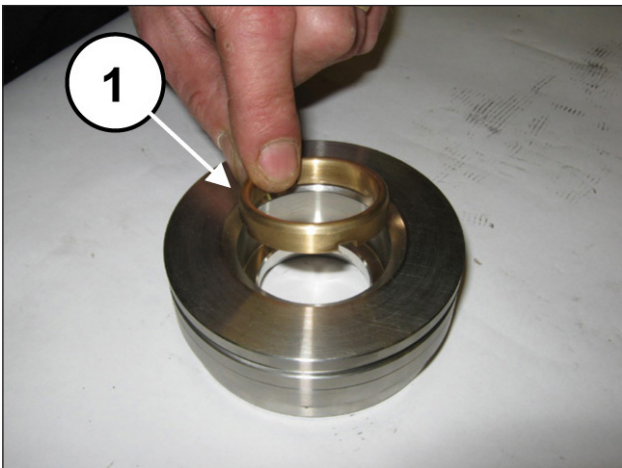
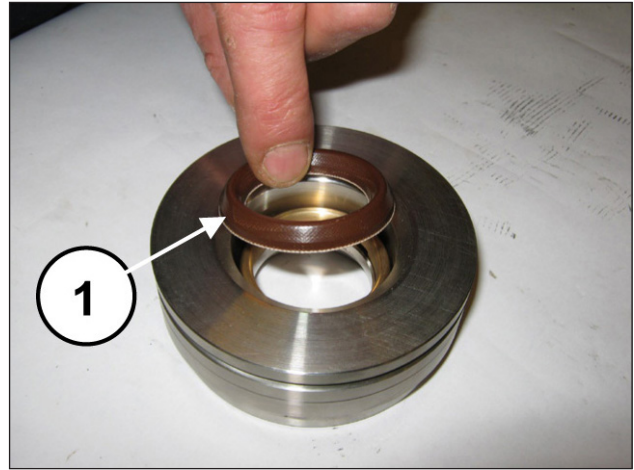
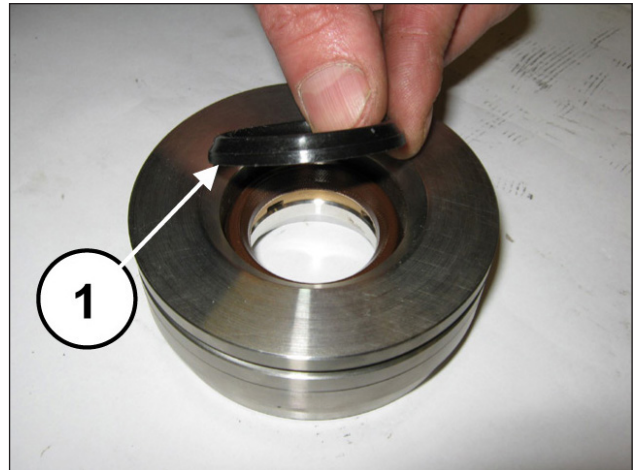

Abb. 182
Abb. 183
Abb. 184
Montieren Sie den Kopfring (Pos. ①, Abb. 182), die HD-Dichtung (Pos. ①, Abb. 183) und den Restop-Ring (Pos. ①, Abb. 184).